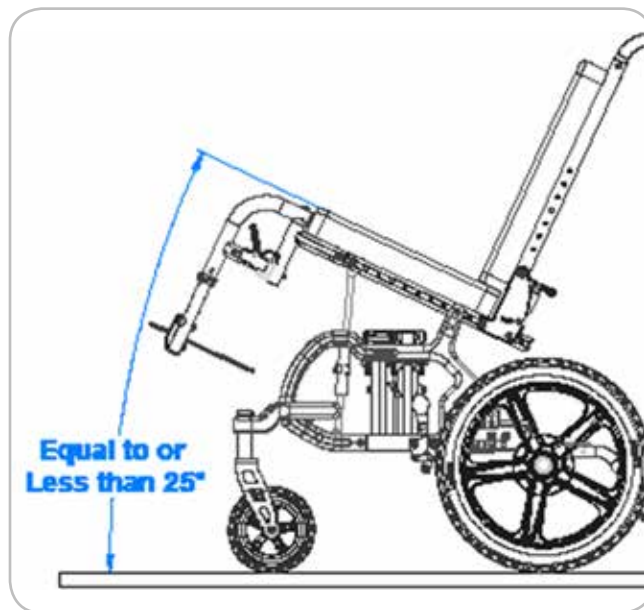

Figura 40
4. Per spostamenti con l'aiuto di un accompagnatore, non regolare l'angolo di basculamento della seduta a non più di 25° da terra. Cfr. Figura 40.